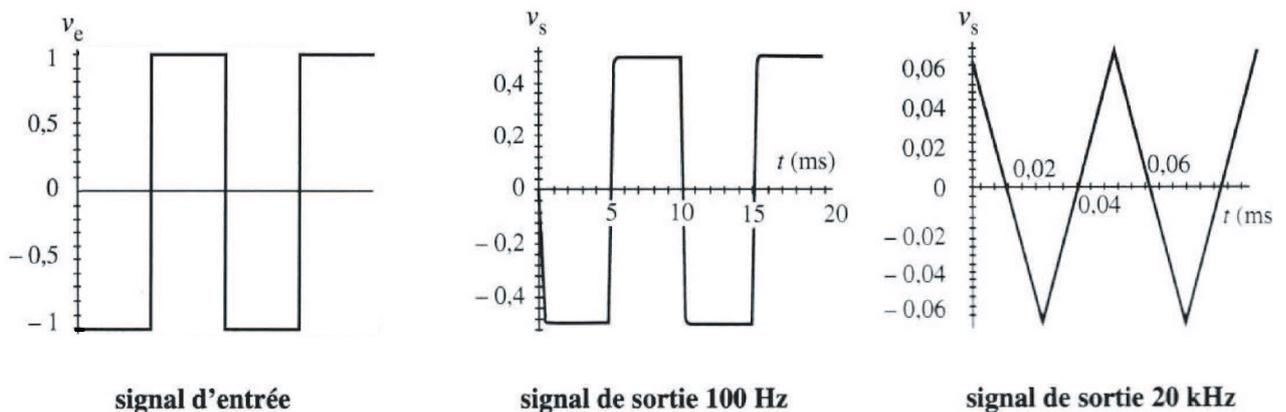

FIGURE 4 –
- (b) Les 3 documents de la figure 4 suivante donnent les réponses d'un second filtre (Filtre 2) du 1er ordre à un signal créneau d'amplitude 1V et de fréquence 100 Hz, puis 20 kHz. À quel type de filtre le Filtre 2 correspond-il? Évaluer l'ordre de grandeur de sa fréquence caractéristique.